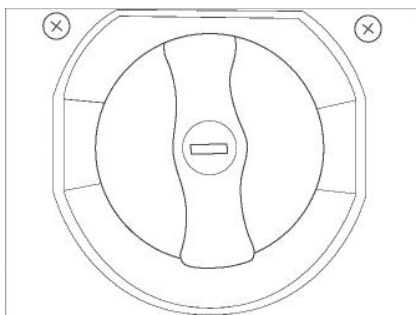

Bild 52 Einfüllöffnung Frischwassertank (Abb. ähnlich)
- Den Frischwassertank mit geeignetem Einfüllschlauch oder Kanister über die Einfüllöffnung befüllen (Bild 52).